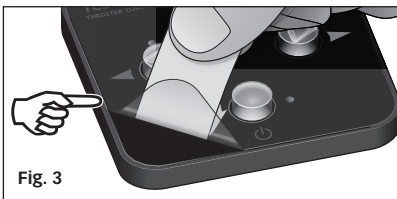

Fig. 3
- (Fig. 3) Terminata l'installazione, rimuovere la pellicola di protezione trasparente dalla superficie del comando. Consigliamo di utilizzare un pezzetto di nastro adesivo per rimuovere la pellicola trasparente.